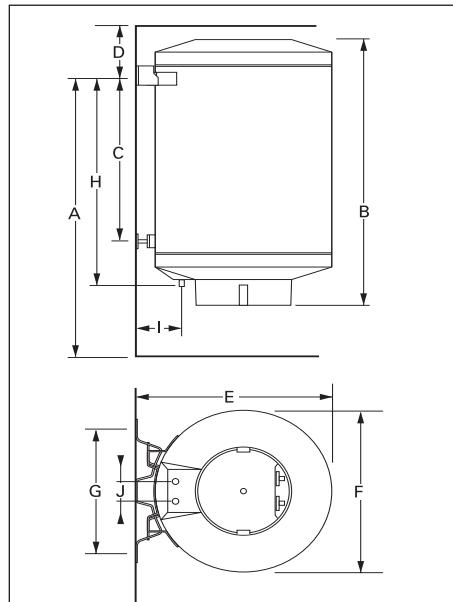

Fig. 5 Croquis coté
- croquis coté (fig. 5)
Déterminez l'emplacement du chauffe-eau, à l'aide des dimensions de l'appareil (fig. 5). A cet égard, tenez compte des aspects suivants :